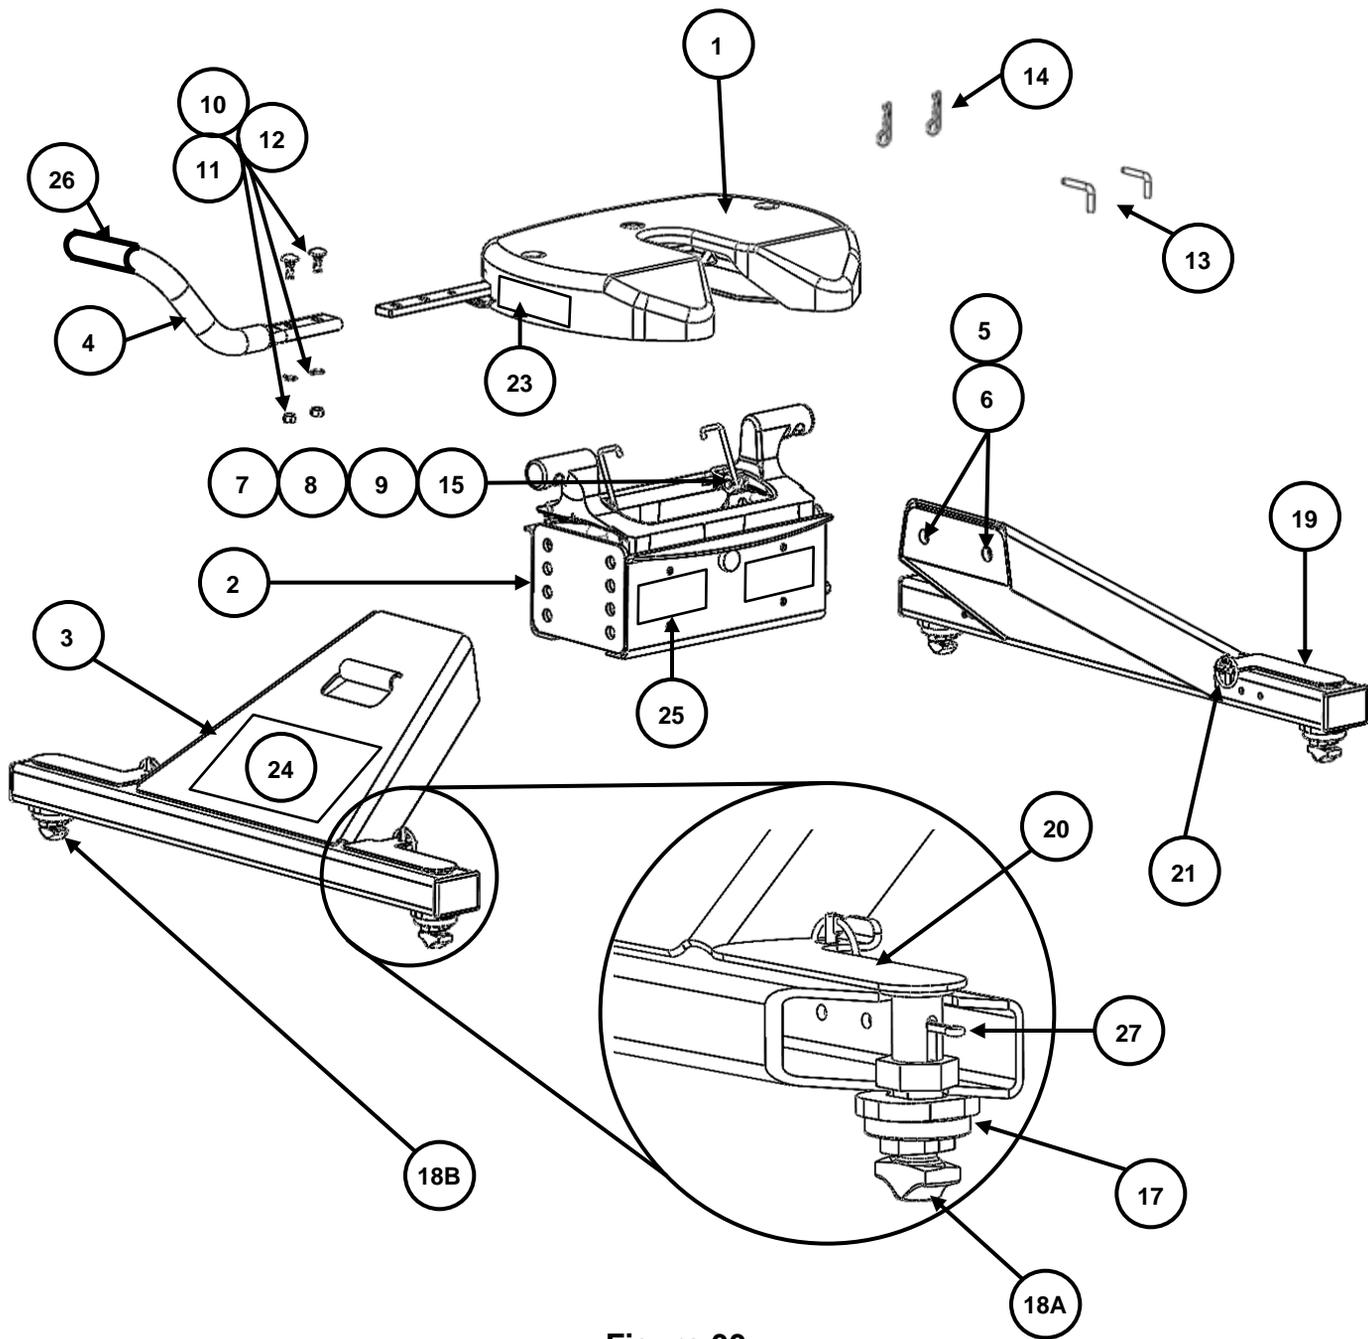
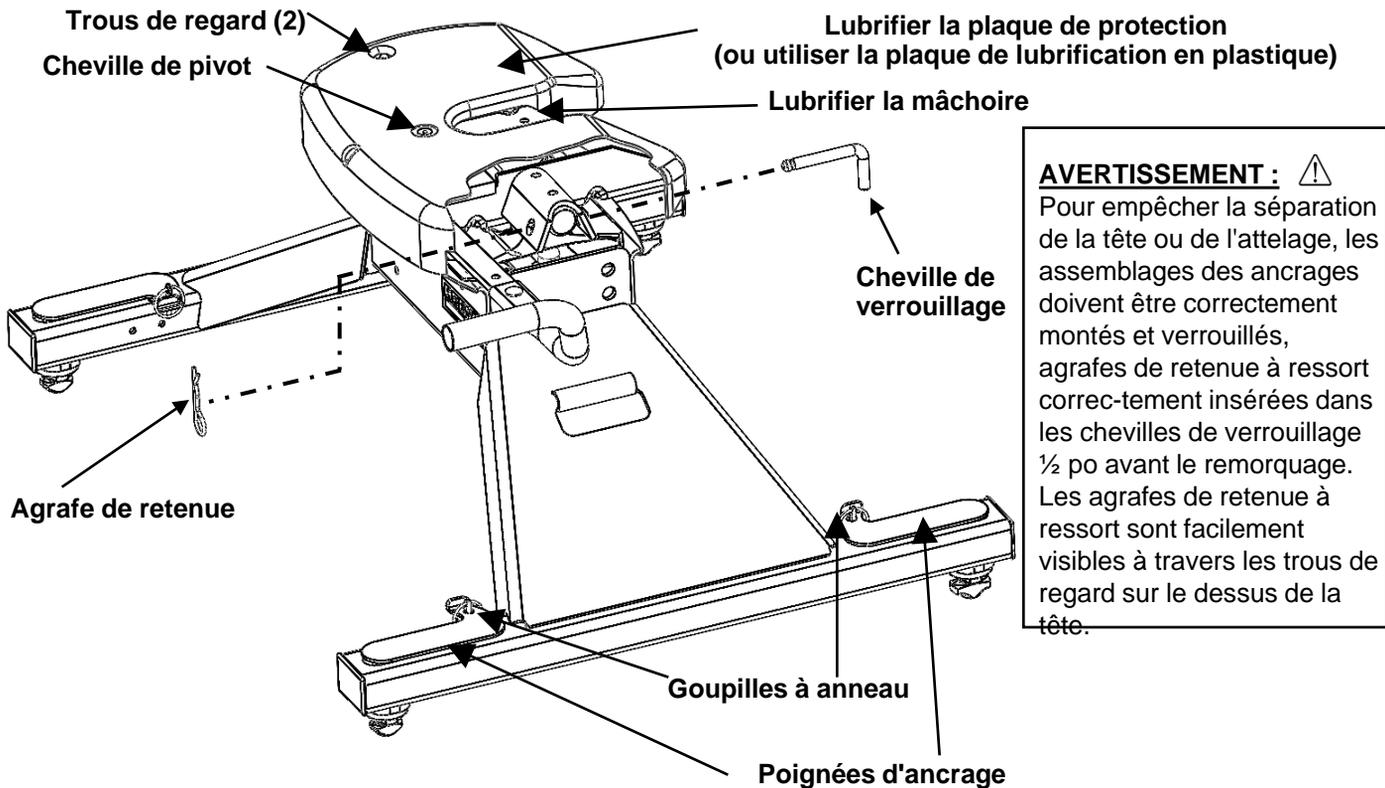
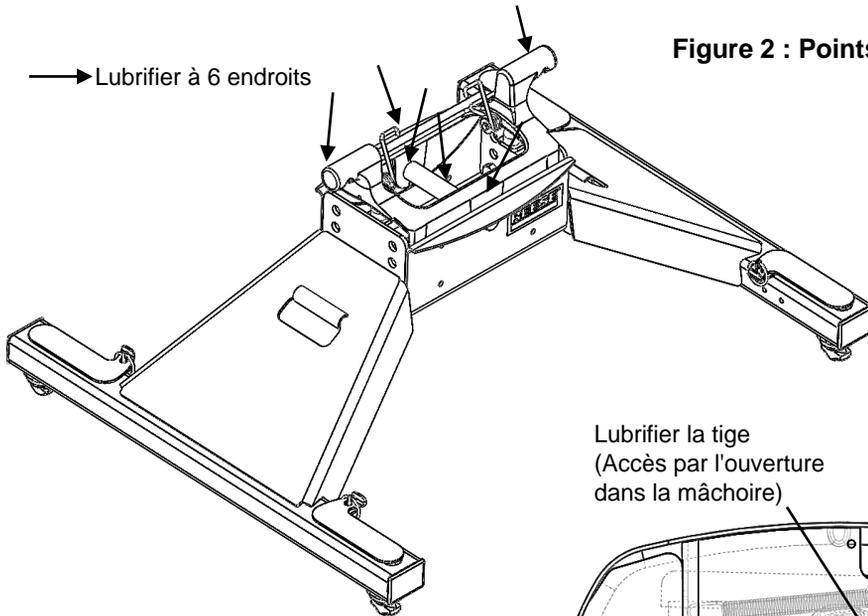

Figure 33
Figure 1 : Chevilles, goupilles et agrafes (vue de coupe de la plaque de protection)
Figure 2 : Points de lubrification
4. Ne jamais enlever les décalcomanies d'avertissement sur l'attelage (illustrées à la Figure 33) . Si les décalcomanies sont endommagées, contacter Cequent Performance Products (1-800-632-3290) pour les remplacer.
1. Lubrifier la surface de la plaque de protection du raccord attelage et pivot de la graisse (voir la figure 1) de type automobile grasse pour châssis. Plaque de protection peut également utiliser une plaque de lubrification plastique pour fournir une surface lubrifiée. Utilisez de la grasse au lithium pour lubrifier le point des pièces mobiles dans l'attelage pivotant. (voir figure 2, 3 et 4)
4. Veiller à ce que toutes les chevilles d'attelage (no 13, Figure 33) soient en place et que les agrafes de retenue (no 14, Figure 33) soient posées (Figure 1). Noter que les chevilles sont courbées à 90 degrés ; s'il y a lieu, on peut se procurer de rechange auprès de Cequent Performance Products. Vérifiez que tous les quatre poignées de montage d'ancrage sont verrouillées à travers la coquille en arc en base.
1. Lubrifier avec de la graisse au lithium la section centrale comme illustré à la Figure 2 .
4. Placer les goupilles à anneau / cadenas dans les trous de levier superposés de chaque côté afin d'ancrer l'attelage dans les réceptacles (Figure 1).